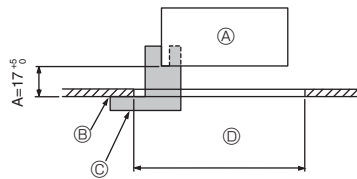

Fig. 9-2
9.2. Préparation avant d'attacher la grille (Fig. 9-2)